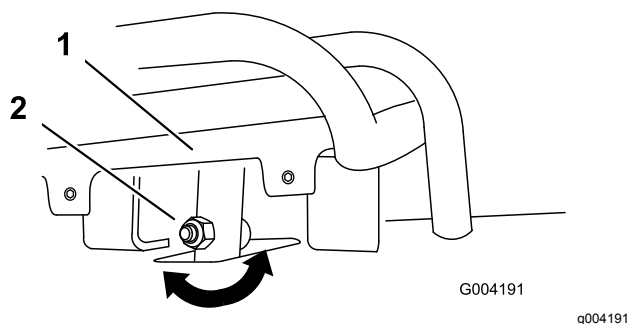
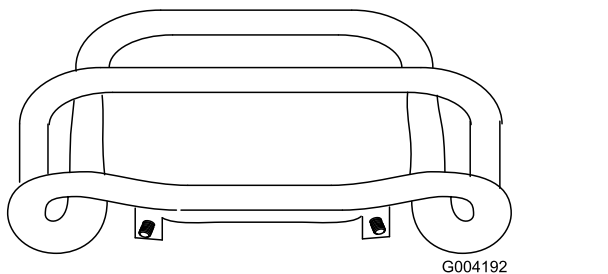

Figura 55
Figura 56
4. Se a parte da frente do controlo não ficar alinhada com a barra de referência, desaperte a porca e o parafuso na haste do controlo de tração (Figura 55).
5. Ajuste o controle de tração de modo a que fique alinhado com a barra de referência quando é puxado a direito para trás (Figura 55 e Figura 56).
- Desaperte a porca flangeada e o parafuso na haste do controle de tração (Figura 55).
- Ajuste o controle de tração de modo a que fique alinhado com a barra de referência quando é puxado a direito para trás (Figura 55 e Figura 56).